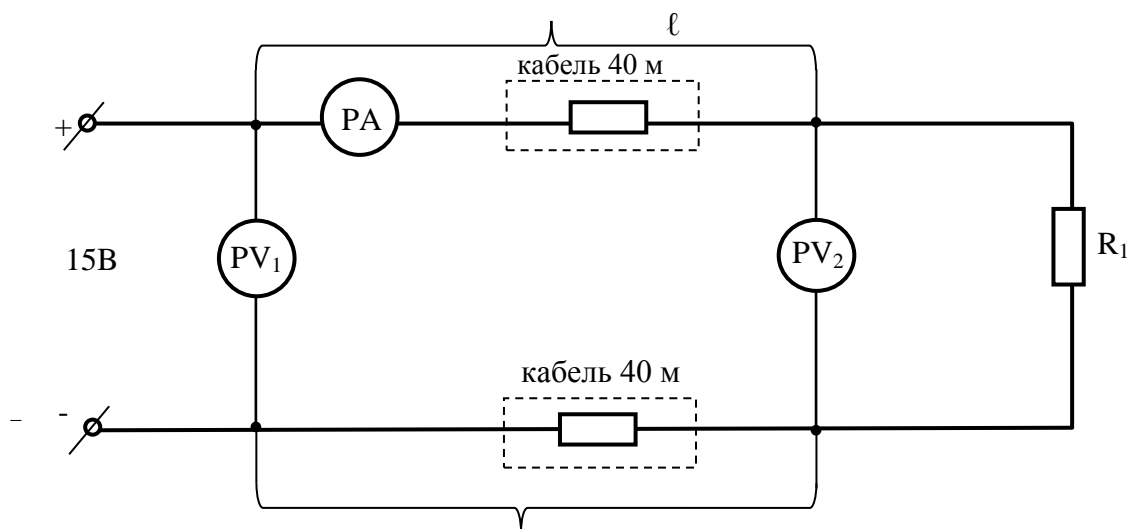

Рисунок 4.1 – Схема для определения потери напряжения в проводах
3. Рисунок 4.1 – Схема для определения потери напряжения в проводах